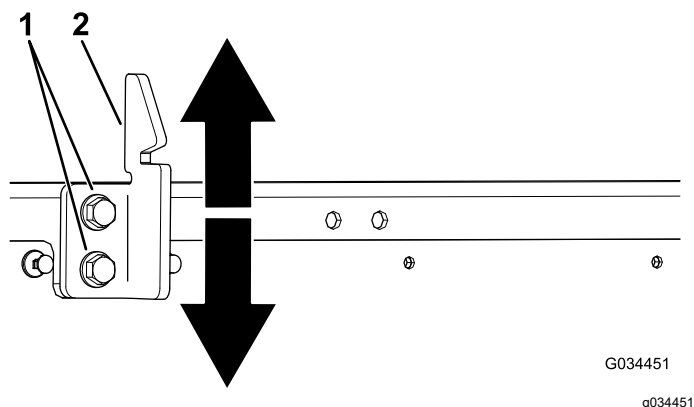

Figure 54
3. Desserrez les 2 boulons sur la gâche du loquet et montez ou descendez la gâche selon qu'elle est trop haute ou trop basse (Figure 54).
4. Serrez les 2 boulons sur la gâche du loquet du plateau (Figure 54).